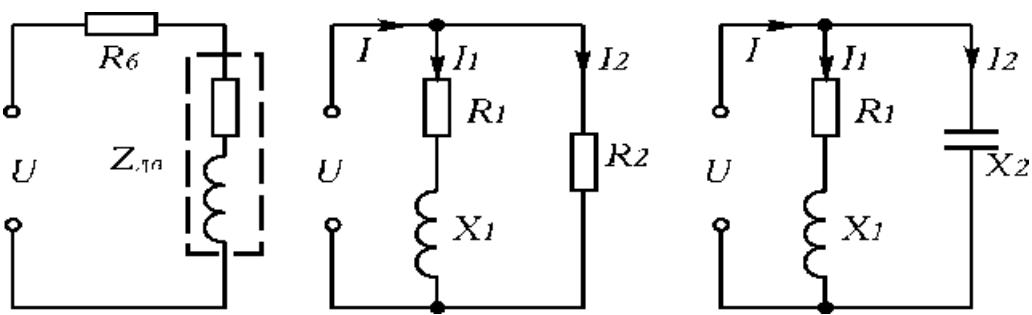

Рис. 1; Рис. 2; Рис. 3
**Задача 1.** Микродвигатель с номинальным напряжением  $U_{\text{ДВ}}$ , потребляемой мощностью  $P_{\text{ДВ}}$  и коэффициентом мощности  $\cos \varphi_{\text{ДВ}}$  подключен к сети с напряжением  $U$  через балластный резистор с сопротивлением  $R_{\text{б}}$ . Схема потребляет от источника мощность  $P$  при токе  $I$  и коэффициенте мощности  $\cos \varphi$ . Реактивная мощность, потребляемая двигателем, равна  $Q_{\text{ДВ}}$ , его схема замещения может быть представлена как последовательное соединение активного и индуктивного сопротивлений  $R_{\text{ДВ}}$  и  $X_{\text{ДВ}}$  (рис. 1).